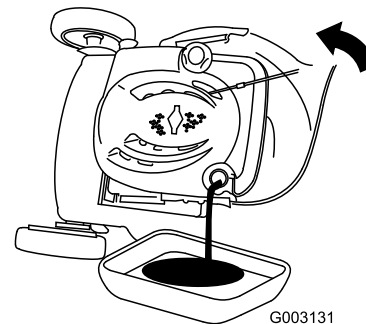

Figura 38
3. Ponga el cortacésped de lado (con el filtro de aire hacia arriba) para drenar el aceite usado a través del tubo de llenado de aceite (Figura 38).